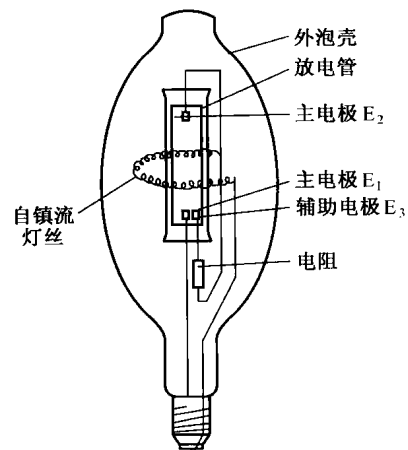

图 1-11 自镇流式高压汞灯
d. 自镇流式的高压汞灯。它内部装设一条钨丝灯丝，相当于一个白炽灯并兼作镇流器，电路中即不再接入镇流器，它实际上是一种复合光源。自镇流式高压汞灯接线简单（如同一般灯泡使用），缺点是使用寿命和发光效率都比有镇流器的普通高压汞灯要低。自镇流式高压汞灯的结构如图 1-11 所示。